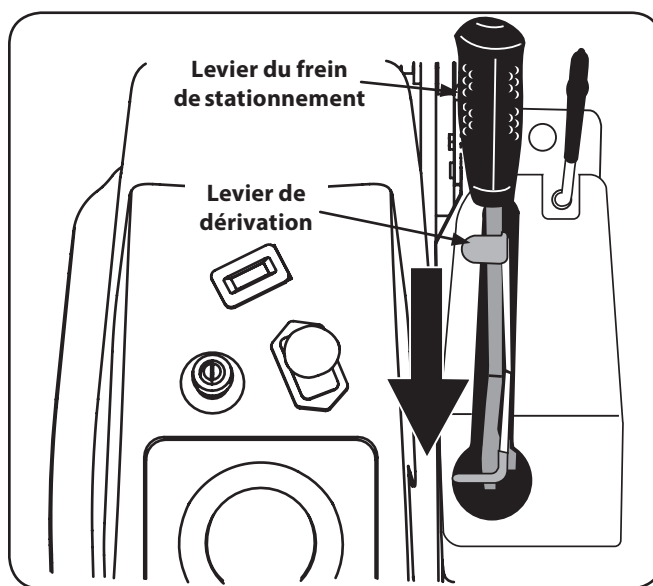

Figure 3-2
4. Déplacez le levier de dérivation vers l'avant pour le libérer du frein de stationnement. Tirez le levier de dérivation complètement vers l'arrière pour engager les soupapes de dérivation. Voir Figure 3-2.